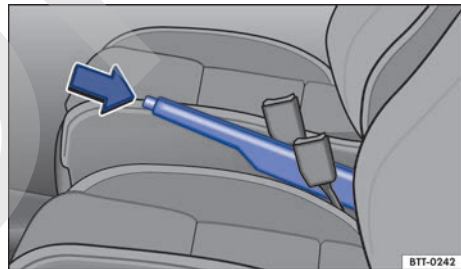

Fig. 133 Entre los asientos delanteros: freno de mano.
- Tire de la palanca del freno de mano con fuerza hacia arriba manteniendo el botón presionado → fig. 133 (flecha).
- Tire ligeramente de la palanca del freno de mano hacia arriba y presione el botón de bloqueo → fig. 133 (flecha).